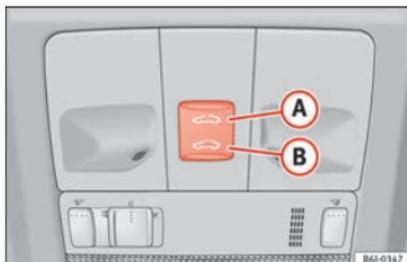

Fig. 8 Dans le ciel de pavillon : commandes du toit panoramique.
- Ouverture : appuyez une seule fois sur le bouton » fig. 8 (A). Si vous maintenez le bouton enfoncé, il s'ouvre jusqu'à la position désirée.
- Fermeture : appuyez une seule fois sur le bouton » fig. 8 (B). Si vous maintenez le bouton enfoncé, il se ferme jusqu'à la position désirée.